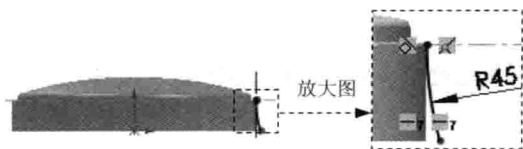

图 2.6 草图 3
Step4. 创建图 2.6 所示的“草图 3”。选取右视基准面作为草图基准面。